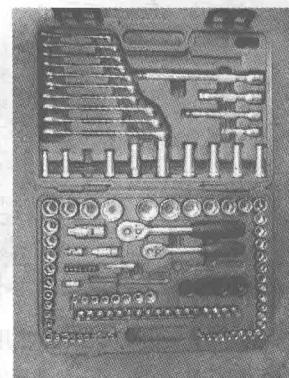

图 1-1-6 组合工具
2) 棘轮手柄配合套筒使用时, 应先用其他扳手把螺栓、螺母拧松后再使用棘轮扳手(图1-1-6)。